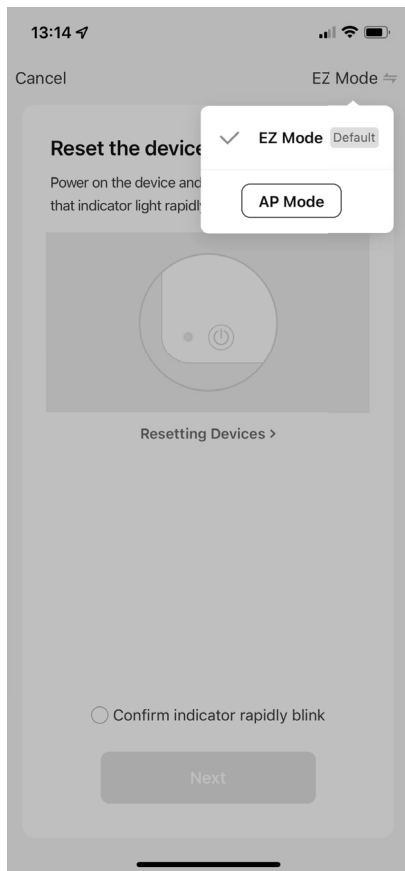
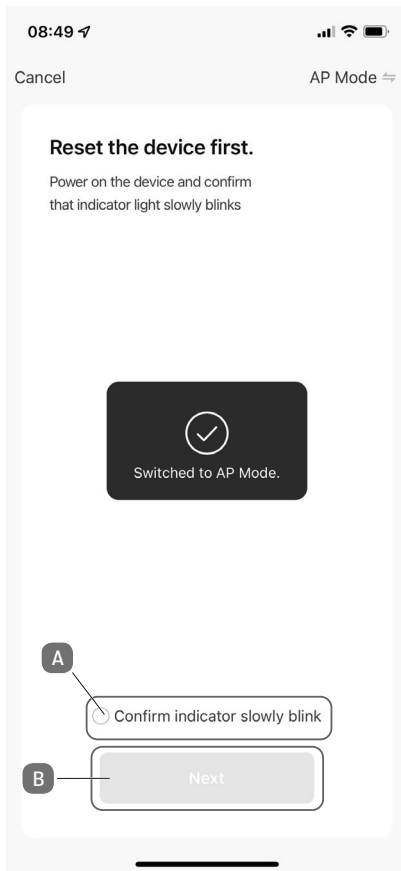

Fig. 5
Fig. 6
- ▶ Dans la fenêtre de sélection, sélectionnez le MODE AP (**voir fig. 5**). Une confirmation indiquant que le mode AP a bien été sélectionné s'affiche (**voir fig. 6**).
- ▶ Cochez la case d'option ÉTAPE SUIVANTE (A) et appuyez ensuite sur SUIVANT (B).